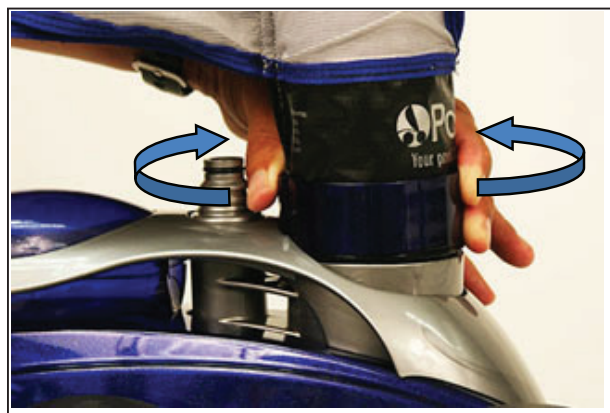

Figure 2. Retirer le sac du nettoyeur
3. Dévisser le collier pour retirer le sac du nettoyeur (Figure 2).